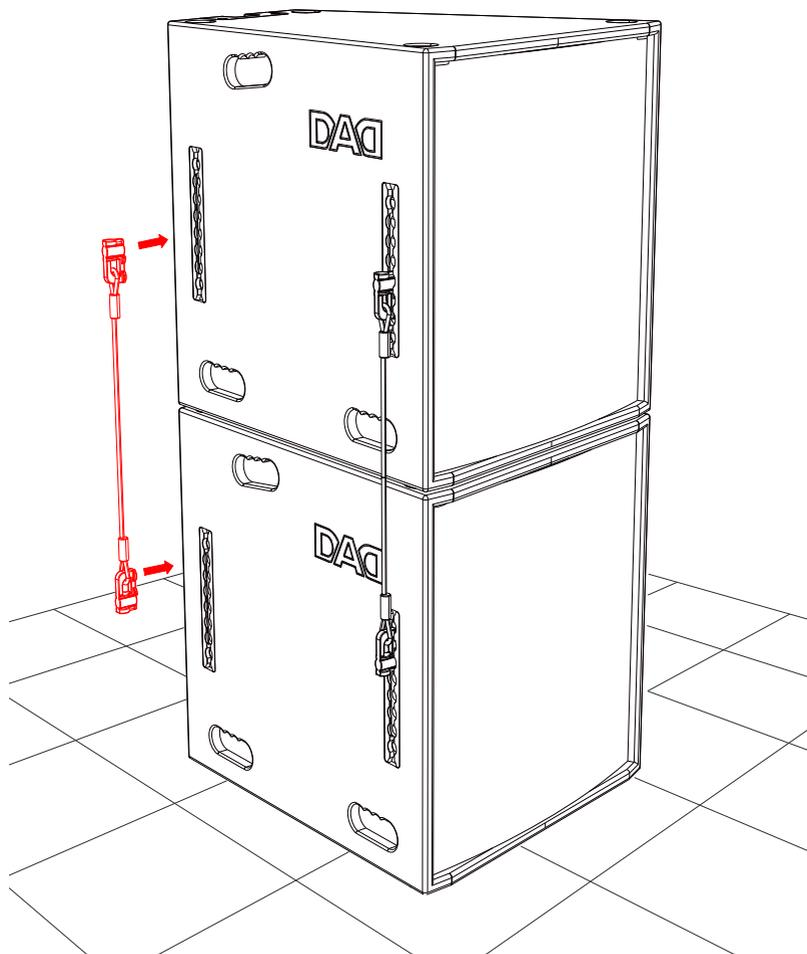

Fig.4
2. Collegare le altre 3 FLYTRACK2-500 ai diffusori (fig.4). Controllare che tutte i ganci siano correttamente bloccati.
2. Connect the others 3 FLYTRACK2-500 to the speakers (fig.4). Check that all the hooks are secured and locked.